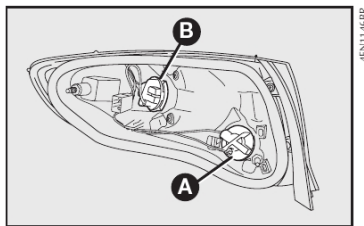

fig. 40
A-fig. 40: Luz de direção (seta) traseira.
B-fig. 40: Luz de posição traseira / luz de freio.
1) Para substituir a lâmpada da luz de direção, girar no sentido anti-horário a tampa porta-lâmpadas **A-fig. 40**, empurrar levemente a lâmpada e girá-la no sentido anti-horário. Em seguida, substituir a lâmpada e recolocar a tampa porta-lâmpada, girando-a no sentido horário.
2) Para substituir a lâmpada da luz de posição / freio, girar no sentido anti-horário a tampa porta-lâmpadas **B-fig. 40**, empurrar levemente a lâmpada e girá-la no sentido anti-horário. Em seguida, substituir a lâmpada e recolocar a tampa porta-lâmpada, girando-a no sentido horário.